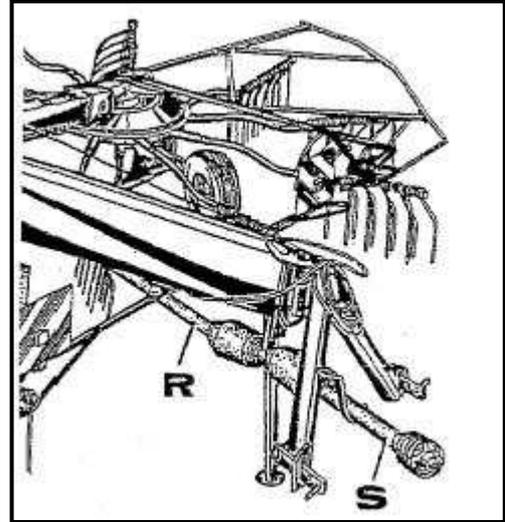

Abbildung 12
- Die vom Traktor abgenommene Gelenkwelle in die vorgesehene Halterung legen (Abb.12, Pos. S).